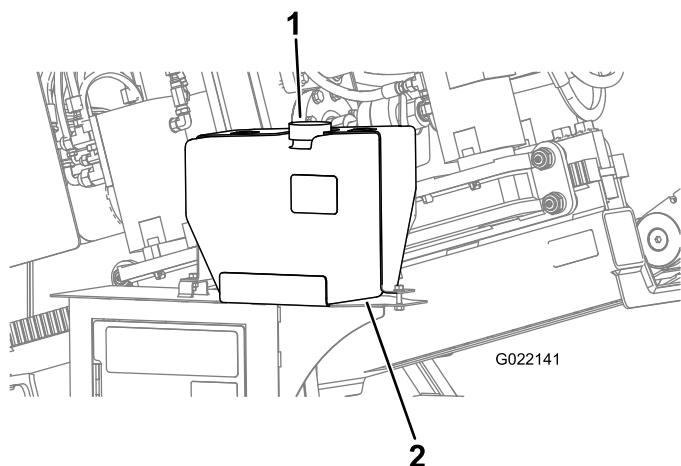

Рисунок 153
- D. Снимите крышку бака антифриза насоса бурового раствора (Рисунок 153).
- Е. Убедитесь в том, что бак заполнен антифризом (Рисунок 153).
- С. Заправьте антифриз в бак по мере необходимости (Рисунок 153).
5. Установите крышку бака антифриза (Рисунок 153).